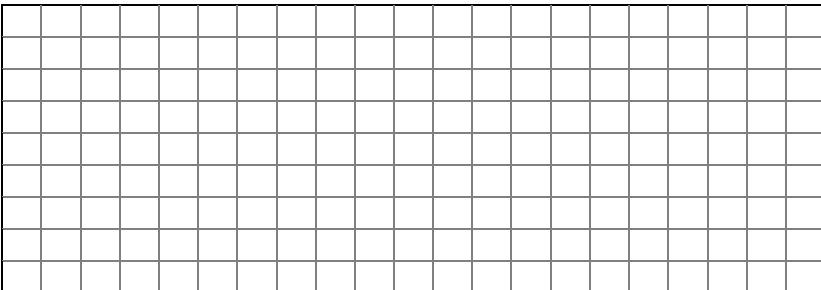

Рис. 3.5. Сетка для схемы измерения параметров трехфазной активно-реактивной нагрузки, соединенной звездой без нулевого провода
6. Составить и изобразить в рабочей тетради (сетка для рис. 3.5) одну из разновидностей схем включения сопротивлений в трехфазную сеть или внести изменения в схеме, представленной в качестве примера на рис. 3.4.